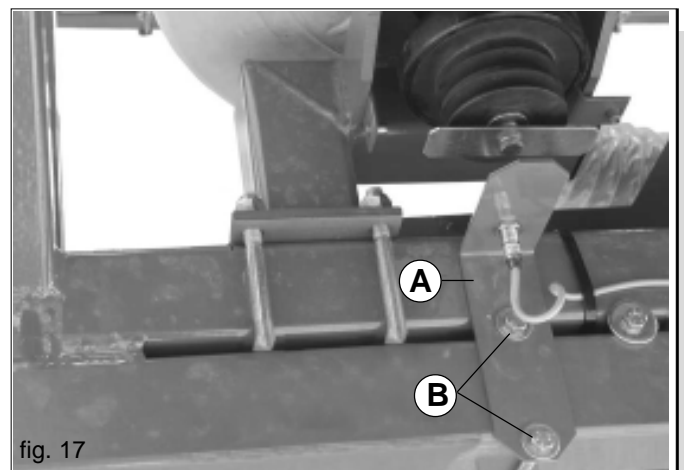

fig. 17
Wenn der Sensor zum Erfassen der Gebläse-Drehgeschwindigkeit (UpM) montiert ist, ist sicherzustellen, dass der Sensor korrekt vor dem Erfassungsbereich positioniert ist (siehe Betriebsanleitung des Zubehörs). Eventuell ist die Sensorhalterung (A Abb. 17) zu verschieben, nachdem die Schrauben (B) gelockert wurden.